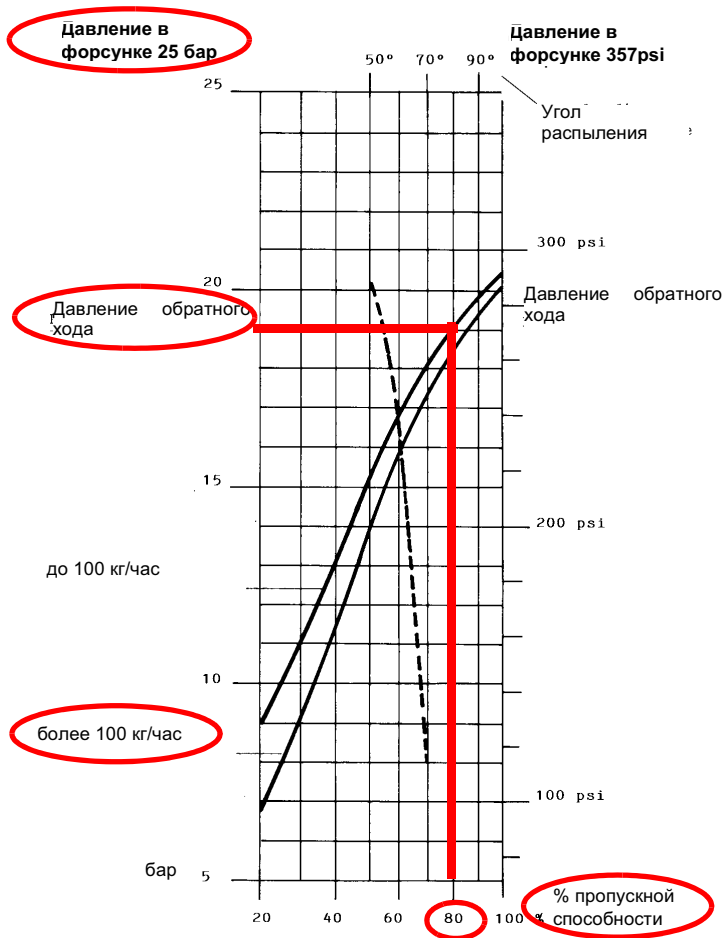
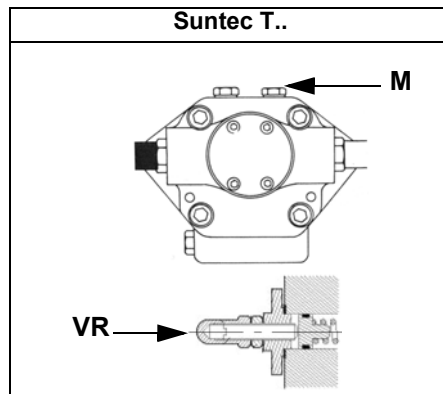
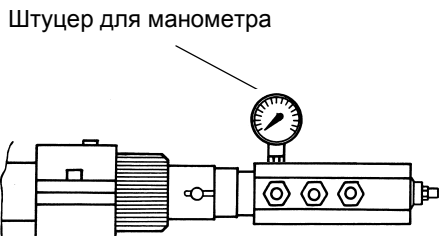

Рис. 21
Рис. 23
Рис. 24
Расход дизельного топлива регулируется за счет выбора форсунки (противопоточного типа), соответствующего мощности котла и типу применения размера, а также регулировки давления на прямом и обратном ходе жидкого топлива, согласно данных, указанных в таблице и на графике на Рис. 21 (для считывания давления - читайте последующие параграфы).
Пример : 80% номинального расхода на форсунке можно получить, если установлены форсунки с расходом более 100 кг/час, при давлении на обратном ходе примерно равном 18 бар (см. график на Рис. 21).
- 3 выпустить воздух со штуцера (**M**) манометра насоса (Рис. 23), расслабив слегка заглушку, но не снимая ее; затем отпустить контактор;
- 9 Давление питания форсунки уже отрегулировано заранее на заводе-изготовителе и не должно изменяться. Только в случае необходимости, отрегулировать давление питания (см. соответствующий параграф) следующим образом: установить манометр в положение, указанное на Рис. 24, воздействовать на регулировочный винт **VR** насоса (см. Рис. 23) до получения на форсунке давления в 25 бар (форсунки Fluidics или форсунки Vergonzo- см. графики на Рис. 21 -Рис. 22);
- 13 Сместить кулачок IV (малое пламя на мазутном топливе) в сторону минимальной мощности, с тем, чтобы сервопривод начал закрываться, до тех пор, пока два подшипничка не совместятся с регулировочным винтом, относящимся к самой низкой точке: закручивать винт **V2** для увеличения расхода, откручивать - для уменьшения, с целью получения значения давления, как на графике на Рис. 21-Рис. 22, на основании требуемого расхода.